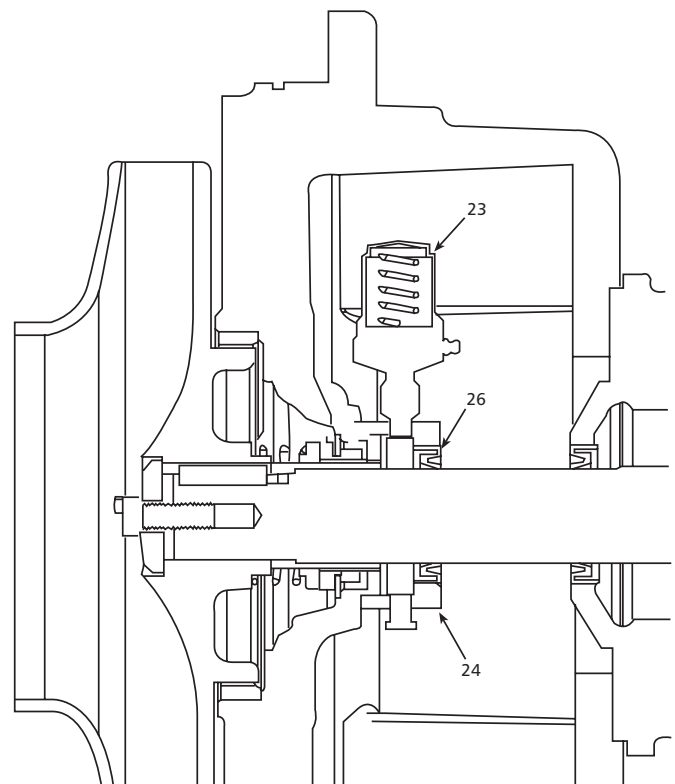

Figure 15
- Dans le cas du lubrificateur à huile, la boîte de lubrification portera la lettre O, placée en haut, et les deux orifices de 1/8 po, NPT, seront montés à l'horizontale pour assurer une bonne lubrification. Le joint à lèvres(s) 26 sera toutefois posé sur la boîte de lubrification en sens inverse par rapport à celui de la figure 15.
- Le lubrificateur à graisse (23) vient avec trois ressorts (argent, rouge et bleu). Le choix du ressort est fonction de la température de service et de la graisse utilisée: